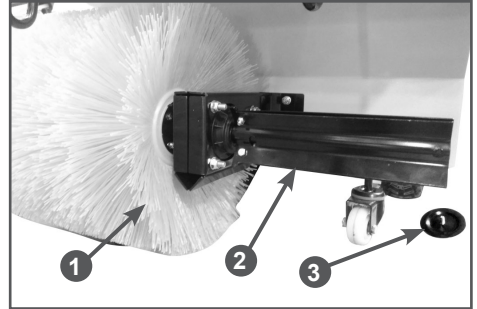

Рис. 25 Снятие щетки
1. Открутите винт крепления крышки 3 держателя и снимите щетки 1 с держателей 2 (Рис. 25).